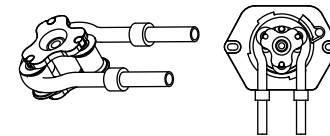

图2
1. 将软管套在3个滚轮上方，放入到泵头前盖中，注意滚轮盘方向应与图示一致，此示意图软管固定方式为管套固定，管夹固定方式的与此相同，图示如下图2